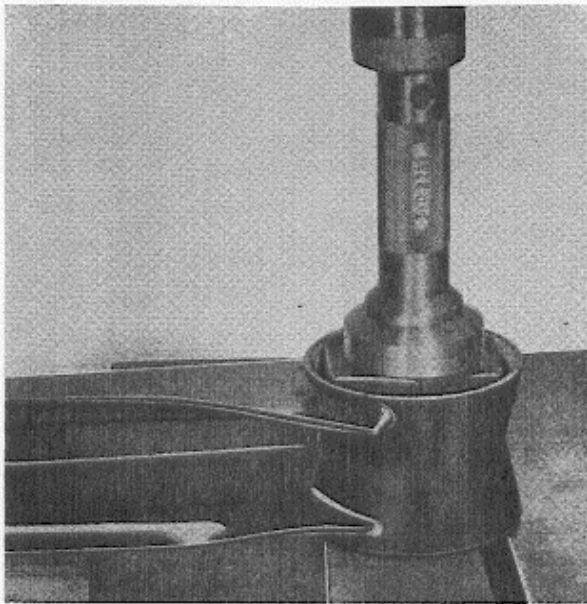

Abb. 13. Aus- und Einpressen der vorderen Längslenkerbuchse
4. Vordere Längslenkerbuchse mit dem Dorn 2732 herauspressen. Neue Buchse einölen und gem. Abb. 13 mit demselben Werkzeug einpressen. Darauf achten, daß die ebenen Stirnseiten der Buchse rechtwinklig zur Längsachse des Längslenkers zu stehen kommen (Abb. 13).